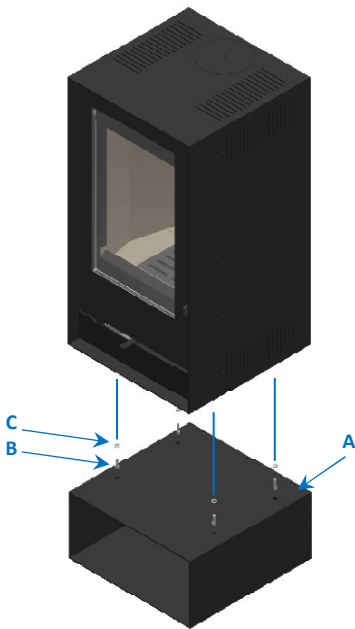

Figura 14 - Fixação módulo lenheiro
1. Colocar o módulo (A), Figura 14, no local desejado e posicionar a salamandra na zona superior do mesmo tendo garantido que a lateral e frontal do equipamento ficam alinhadas com as respetivas faces do módulo;
2. Utilizando os parafusos (B) e anilhas (C) fornecidos, fixe o módulo à salamandra através da furação existente no topo do módulo pelo interior do mesmo.